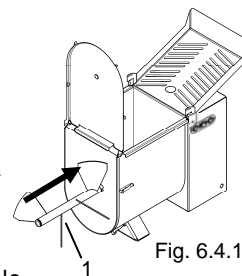

Fig. 6.4.1
- Afferrare la pala "1" Fig. 6.4.1 e inserirla nella vasca spingendola frontalmente.